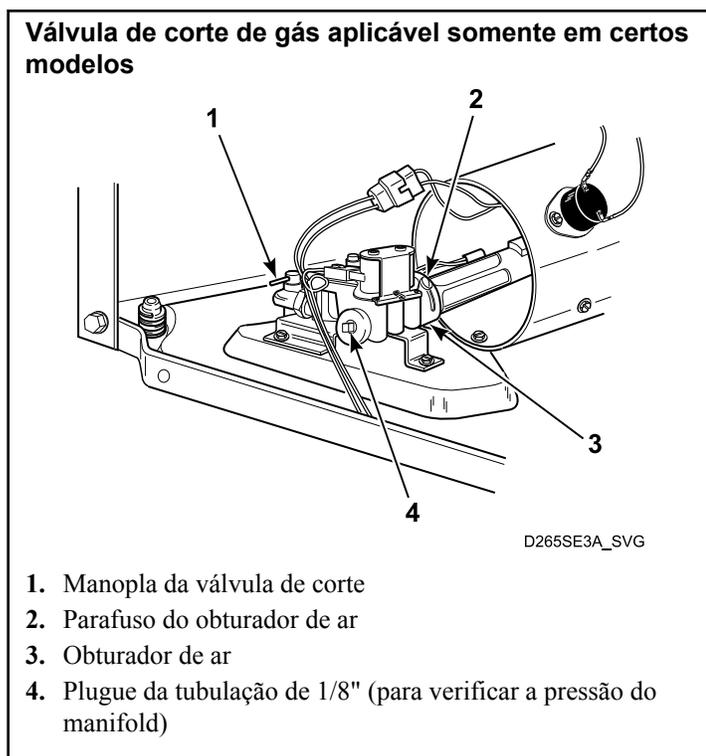

Figura 5
5. Deixe a secadora operar por aproximadamente 5 minutos e, em seguida, solte o parafuso travador da válvula de ar. Consulte a *Figura 5*.
7. Quando a chama estiver adequada, aperte firmemente o parafuso travador da válvula de ar. Consulte a *Figura 5*.